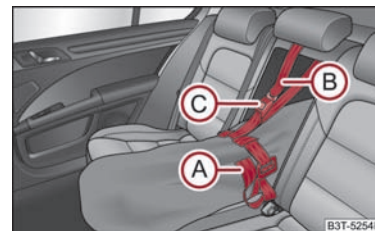

Abb. 117 Sicherung des Durchladesacks
- Ziehen Sie das Zugband **(A)** am freien Ende um die Skier vor den Bindungen fest ⇒ **Abb. 117**.